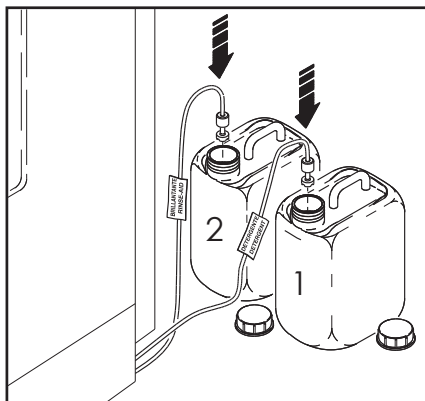

Рис. 22
- если машина оснащена автоматическими устройствами дозирования моющего средства (1)/ополаскивателя (2), регулярно проверяйте их уровень в ёмкостях и при необходимости доливайте или заменяйте ёмкости (рис. 22).